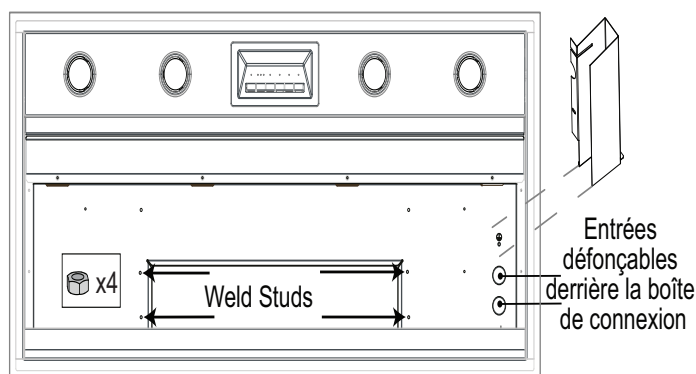

Figure 5 : Emplacement des tiges soudées et de la boîte de connexion
1. Le ventilateur est fixé à la hotte à l'aide des deux tiges soudées à la plaque de montage. La *Figure 5* montre l'emplacement de ces tiges.
3. Fixez quatre (4) écrous (compris avec la hotte) aux tiges soudées. Serrez les écrous pour fixer le ventilateur à la hotte.
1. Enlevez le couvercle de la boîte de connexion qui recouvre les fils (*consultez la Figure 5 à la page 11*).
2. Enlevez les entrées défonçables circulaires (*Figure 5 à la page 11*).
- Enlevez le couvercle de la boîte de connexion (consultez la Figure 5 à la page 11).